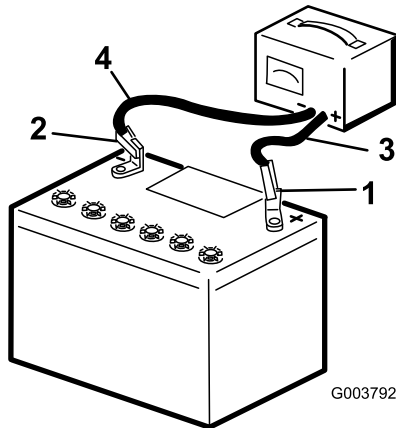

Figure 44
2. Chargez la batterie au régime de 3 à 4 ampères durant 4 à 8 heures (Figure 44). Ne chargez pas la batterie excessivement.
3. Quand la batterie est chargée au maximum, débranchez le chargeur de la prise, puis débranchez les fils du chargeur des bornes de la batterie (Figure 44).